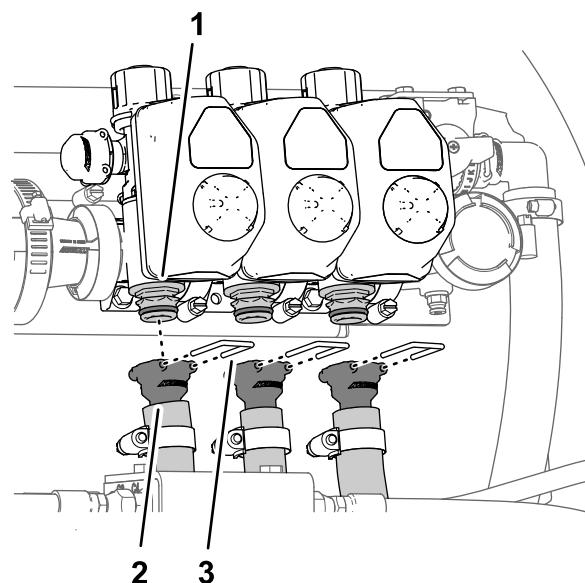

Figura 39
6. Rimuovete i fermi che fissano i raccordi diritti dentellati ai raccordi di scollegamento rapido delle valvole di sezione delle barre centrali, di sinistra e di destra (Figura 39).
- Rimuovete i flessibili per le valvole di sezione delle barre centrali, di sinistra e di destra dalla macchina (Figura 39).